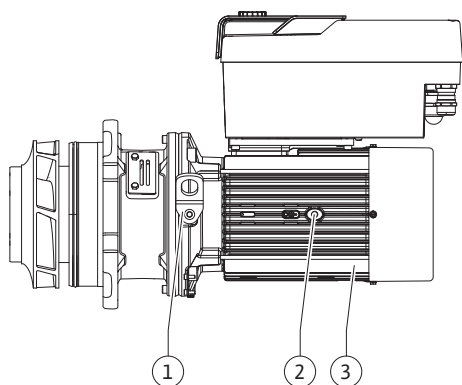

Fig. 108: Smontovaná jednotka
13. Zasuňte smontovanou jednotku (viz Fig. 108) do tělesa čerpadla v původní, resp. v jiné, požadované úhlové poloze. Přitom věnujte pozornost instalační poloze komponent (viz kapitola „Přípustné polohy instalace a změna uspořádání komponent před instalací“ [► 20]).